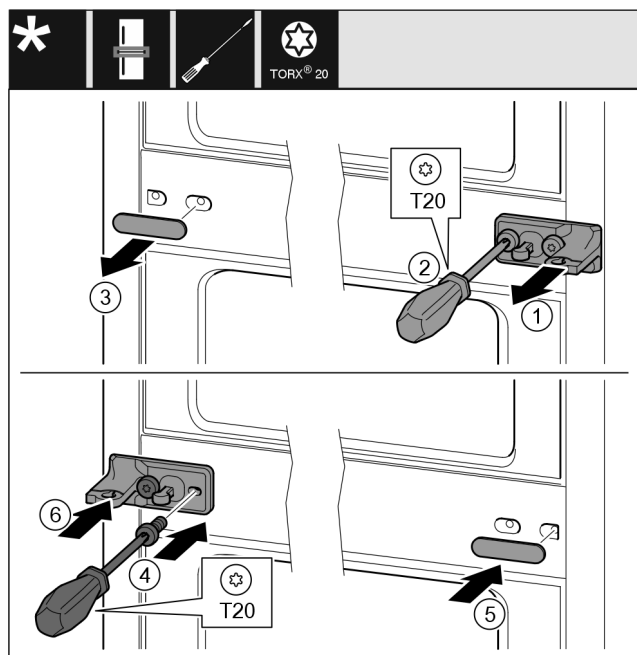

Fig. 33
- Retirar la arandela. Fig. 33 (1)
- Desenroscar los tornillos con el destornillador T20. Fig. 33 (2)
- Retirar cuidadosamente la cubierta. Fig. 33 (3)
- Atornillar firmemente el soporte de apoyo con la lámina girado 180° en el otro lado. Fig. 33 (4)
- Colocar la cubierta girada 180° en el otro lado. Fig. 33 (5)
- Desplazar la arandela desde delante. Fig. 33 (6)